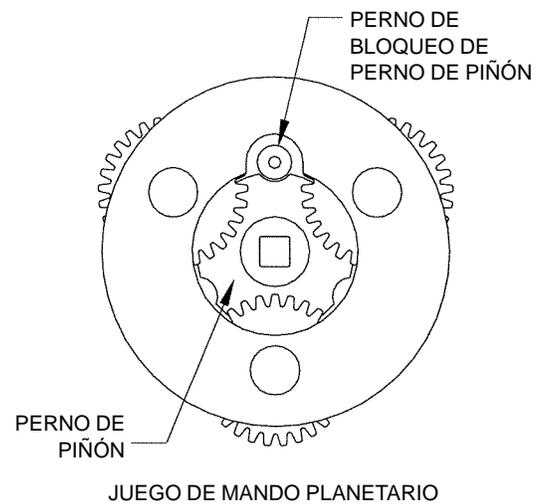

FIGURA 9
8. El émbolo del freno (5) puede retirarse instalando una centralita hidráulica portátil en la lumbrera de liberación del freno. Tenga en cuenta la posición del pasador hueco (18) para el armado (vea la Figura 9). Accione lentamente la centralita hidráulica portátil y el émbolo empezará a moverse. Continúe hasta que el émbolo se separe completamente de la parte superior de la caja. Ahora se puede quitar el émbolo.
3. Tire del juego de planetarios de entrada (4) hacia arriba y hacia fuera para retirarlo de la caja.
4. Retire el perno de retención del perno de piñón (vea la Figura 9). Retire el perno de piñón con una herramienta especial. Eleve el juego de planetarios de salida (3) para retirarlo de la caja.
5. Retire el piñón (6) aplicando presión desde el lado de la caja de engranajes de la caja. El piñón está levemente encajado a presión en el cojinete. Retire